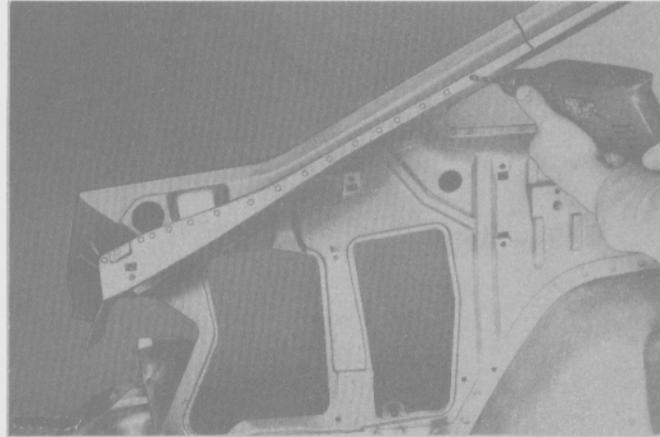

Fig. 251
- Perforar los puntos de soldadura del gotero en su unión con el panel interior (Fig. 251).